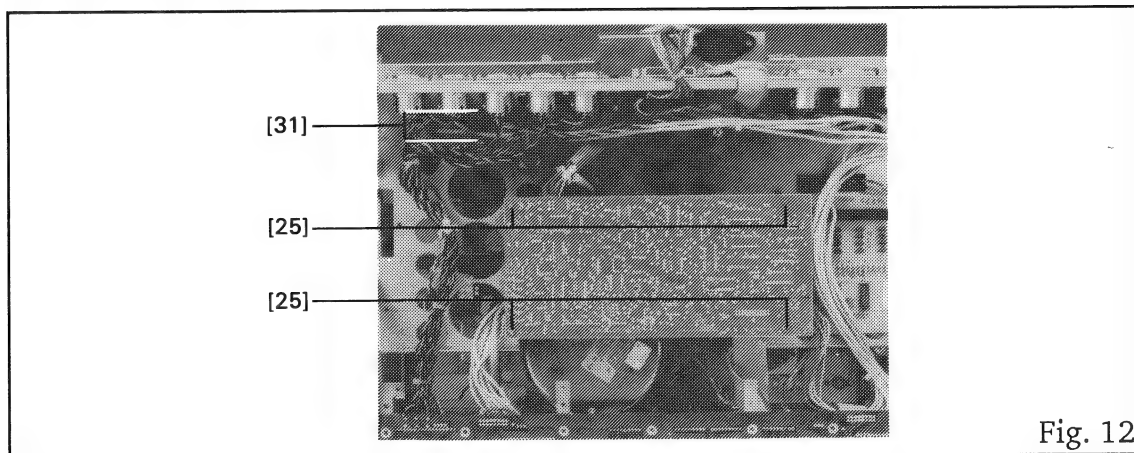

Fig. 12
- 2 Kreuzschlitzschrauben [31] (Fig.12) des TACHO BOARDs sowie den Kabelbinder entfernen.